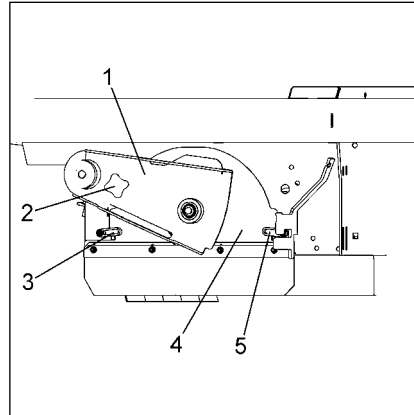

Abb.16
- Kreuzgriff (Abb.16/2) lösen und entfernen.
- Kehrwalzenaufnahme (Abb.16/1) abnehmen.
- Knebel (Abb.16/3 und 5) zur Entriegelung nach oben drehen.
- Platte mit Dichtleiste (Abb.16/4) abnehmen.
Die Breite des Kehrspiegels wird an dem Kreuzgriff (Abb.16/2) wie folgt eingestellt: